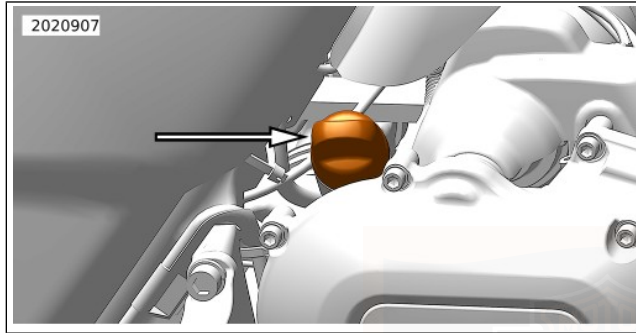

Abbildung 108. Motoröl-Einfüllverschlussstopfen
2. Siehe Abbildung 108. Einfüllverschlussstopfen/Ölmesstab entfernen. Den Ölmesstab abwischen. Den Ölmesstab einschieben und an der Einfüllöffnung anziehen.
3. Siehe Abbildung 108. Den Einfüllverschlussstopfen/Ölmesstab herausziehen und den Ölmesstab sauber abwischen. Den Ölmesstab einschieben und an der Einfüllöffnung anziehen.